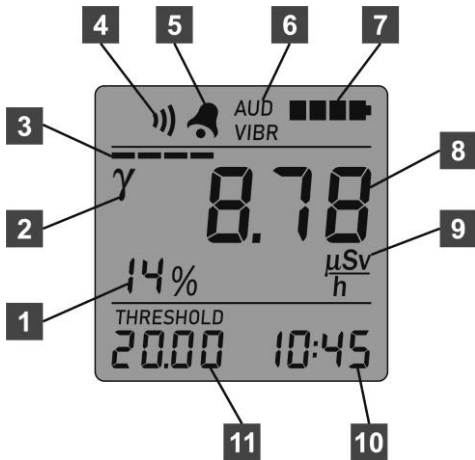

Рисунок 3 – РКІ дозиметра
У дозиметрі передбачено вибір одного з трьох типів сигналізації: звукової, вібраційної або вібраційно-звукової. Незалежно від режиму роботи дозиметра короткочасне натискання одночасно двох кнопок - РЕЖИМ та ПОРІГ призводить до зміни типу сигналізації та короткочасного її увімкнення. Тип сигналізації відображається на РКІ символами “AUD” та/або “VIBR” (6) (рисунок 3).
Незалежно від обраного режиму роботи дозиметр неперервно виконує контроль стану елементів живлення. Результати контролю відображаються на РКІ символом стану елементів живлення (7) (рисунок 3), який складається з чотирьох сегментів. Про ступінь розрядження елементів живлення інформує кількість сегментів, які мигають. Мигання трьох або чотирьох сегментів супроводжується короткочасними звуковими та/або вібраційними сигналами, що свідчить про необхідність заміни елементів живлення.
У цьому режимі на РКІ дозиметра відображається така інформація (рисунок 3):
Про перевищення порогового рівня свідчить також періодичне та послідовне (зліва направо) засвічування сегментів символу звуку (4) (рисунок 3).